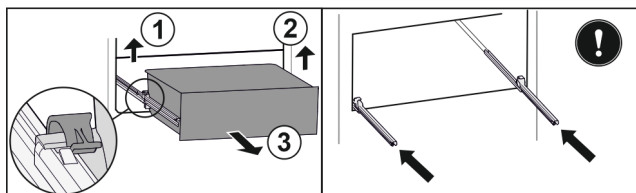

Fig. 117
- Levante la brida izquierda y, simultáneamente, tire de la parte izquierda del cajón hacia delante. Fig. 117 (1)
- Levante la brida derecha y, simultáneamente, tire de la parte derecha del cajón hacia delante. Fig. 117 (2)
- Extraiga el cajón hacia delante. Fig. 117 (3)